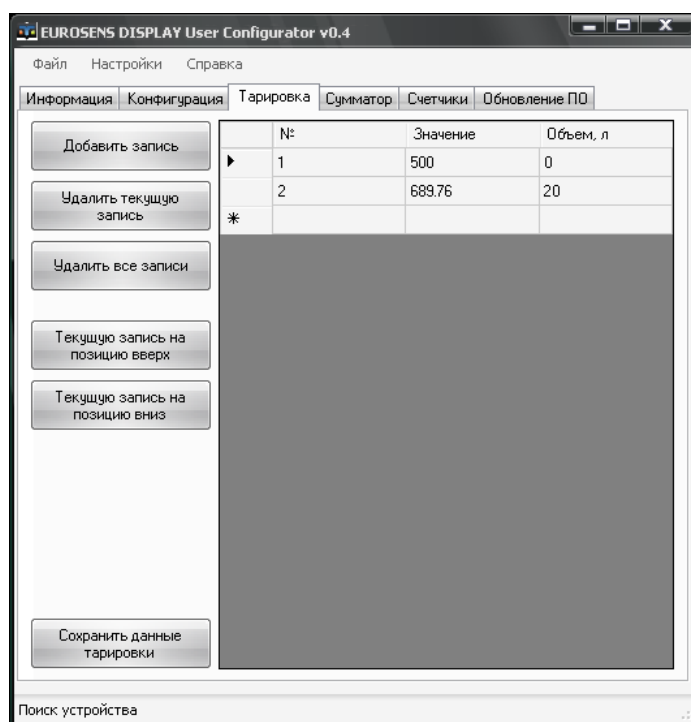

Рис.44
10) Внести в следующую строку таблицы в графе "Значение" следующее по порядку значение частоты (рис.44). Значение объема топлива в таблице (см. графа "Объем, л") должно быть установлено равным залитому.